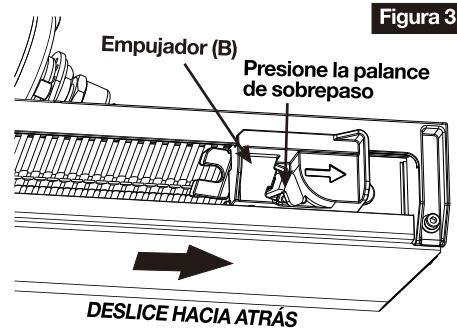

Figura 3
- Esta herramienta utiliza una palanca de sobrepaso accionada por resorte para cargar y descargar los clavos. Una vez que los clavos estén insertados correctamente, tire del empujador (B) completamente hacia la parte trasera de la recámara. (Ver figura 3)